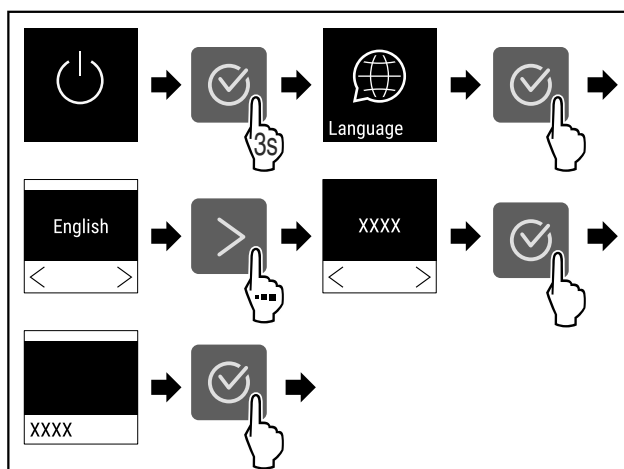

Fig. 54
- Wykonać czynności (patrz Fig. 54).